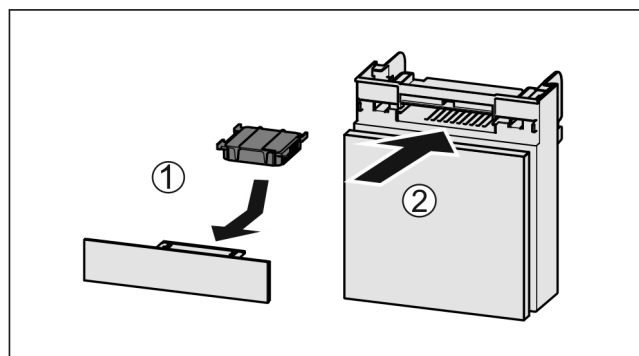

Fig. 83
- ▶ Actiefkoolfilter overeenkomstig afbeelding aanbrengen Fig. 83 (1).
- ▶ Lade erin schuiven Fig. 83 (2).